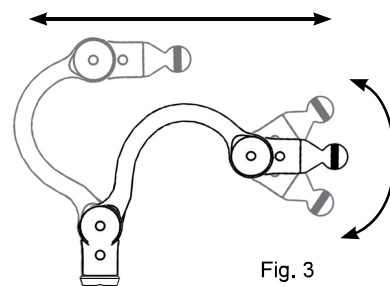
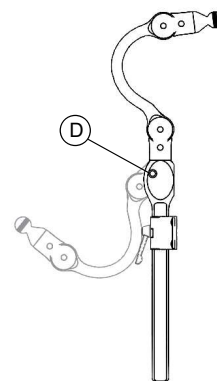

Fig. 3
Fig. 4
3. Om de hoofdsteen naar achteren te kantelen, duwt u op de knop (Fig. 4, D) en duwt u het geheel naar achteren.
2. Horizontaal / Hoek – Draai bouten los (Fig. 1, A) voor aanpassing van diepte (Fig. 4) en hoek (Fig. 3). De schroeven hoeven pas helemaal aangedraaid te worden als alles op zijn plaats zit.